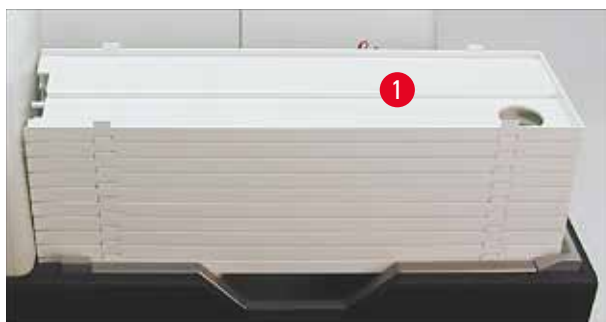

Fig. 39
1. Coloque uma pilha de bandejas (→ "Fig. 39-1") na mesa de elevação da estação de descarga (→ "Fig. 39").